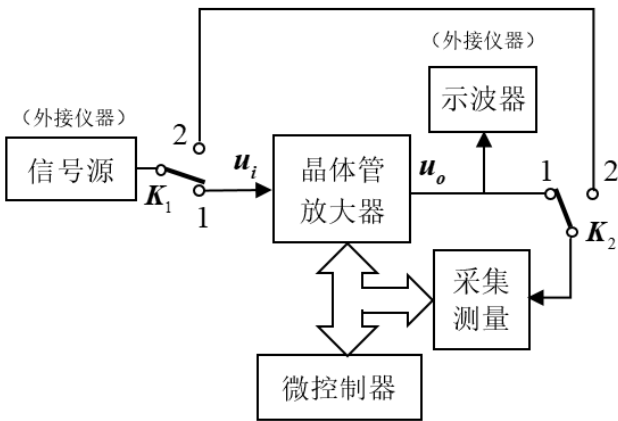
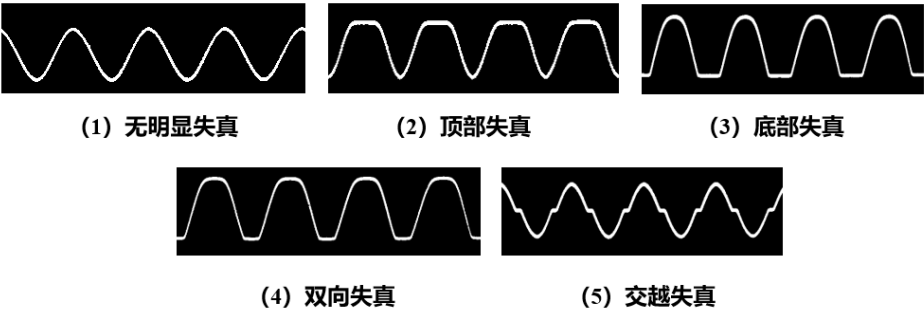

图 1 放大器非线性失真研究装置组成框图
图2 无明显失真及四种具有非线性失真的 u_o 示意波形
设计并制作一个放大器非线性失真研究装置，其组成如图1所示，图中的 K_1 和 K_2 为 1×2 切换开关，晶体管放大器只允许有一个输入端口和一个输出端口。
(1) 限用晶体管、阻容元件、模拟开关等元器件设计并实现图1中的受控晶体管放大器，其输出的各种失真或无明显失真的信号必须出自该晶体管放大电路，禁用预存失真波形数据进行D/A转换等方式输出各种失真信号。
(2) 在设计报告中，应结合电路设计方案阐述出现各种失真的原因。
(3) 无明显失真及四种具有非线性失真电压 u_o 的示意波形如图2所示：